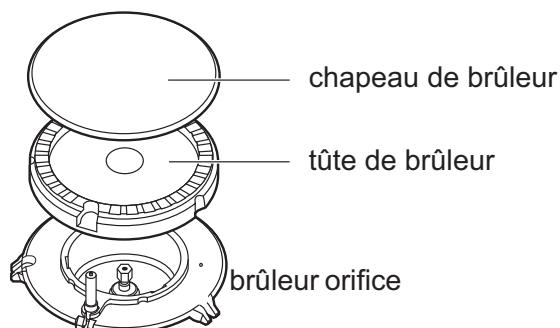

Figure 28 :Composants de brûleurs scellés
1. Retirez le capuchon du brûleur et la tête du brûleur (Figure 28). Nettoyer le capuchon et la tête avec de l'eau chaude savonneuse et bien les sécher.